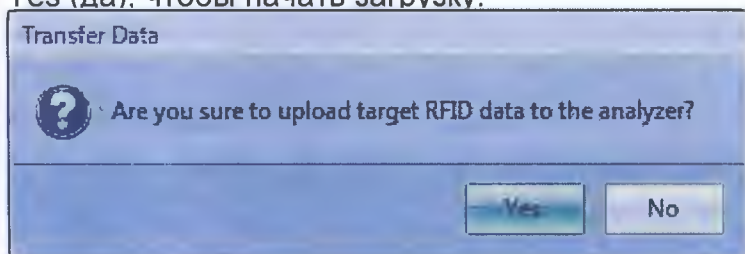

Рисунок 4.29 Подтверждение загрузки данных
- Появится окно Transfer data (Передать данные) (Рисунок 4.29), нажать Yes (да), чтобы начать загрузку.